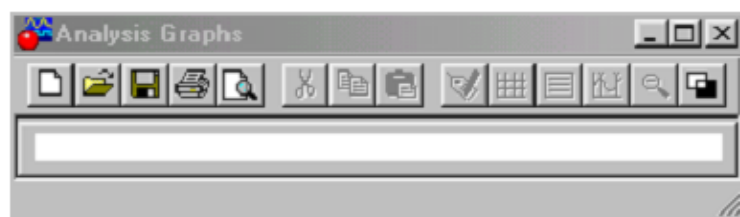

Рисунок 7.2 – Диалоговое окно.
- **Display Graphs** - открывает диалоговое окно с результатами анализа в графической форме, рисунок 7.2. В верхней части окна имеются кнопки, позволяющие дополнительно обрабатывать полученные результаты.